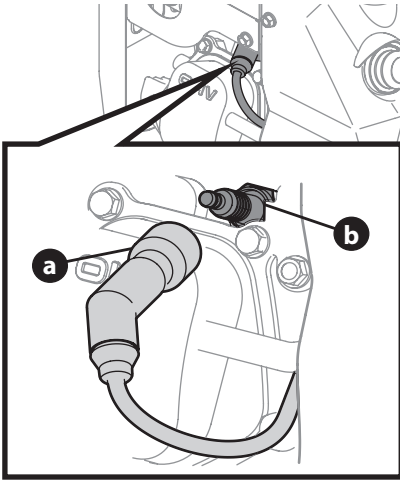

Figura 8
1. Desconecte con cuidado el cable de la bujía (a) y manténgalo alejado de la misma (b). Consulte la Figura 8 para determinar dónde está la bujía.
- Quite la funda de la bujía (Figura 8).